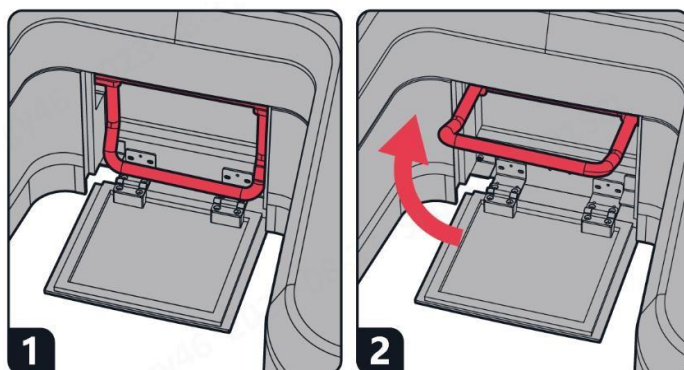

Figura 3.3 Status de desengate do engate
2. Conforme mostrado na Figura 3.3, ao puxar a alavanca da posição inicial para a posição horizontal é possível empurrar manualmente a plataforma em situações de emergência.